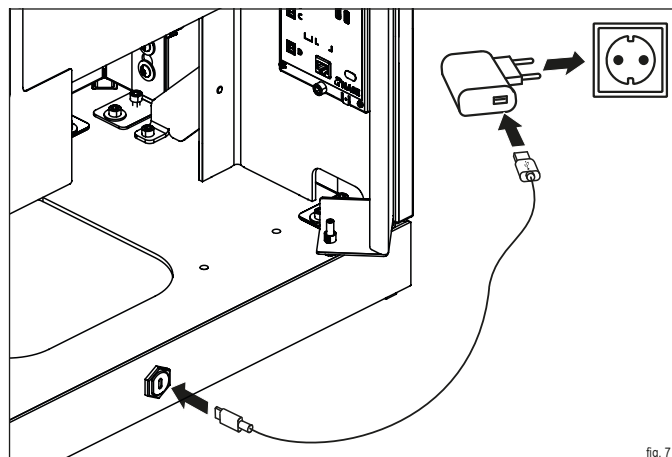

fig. 7
- Collegare il cavo USB-C con il raccordo presente sulla stufa e con la spina (fig. 7).
- Collegare la spina con la rete elettrica (fig. 7).